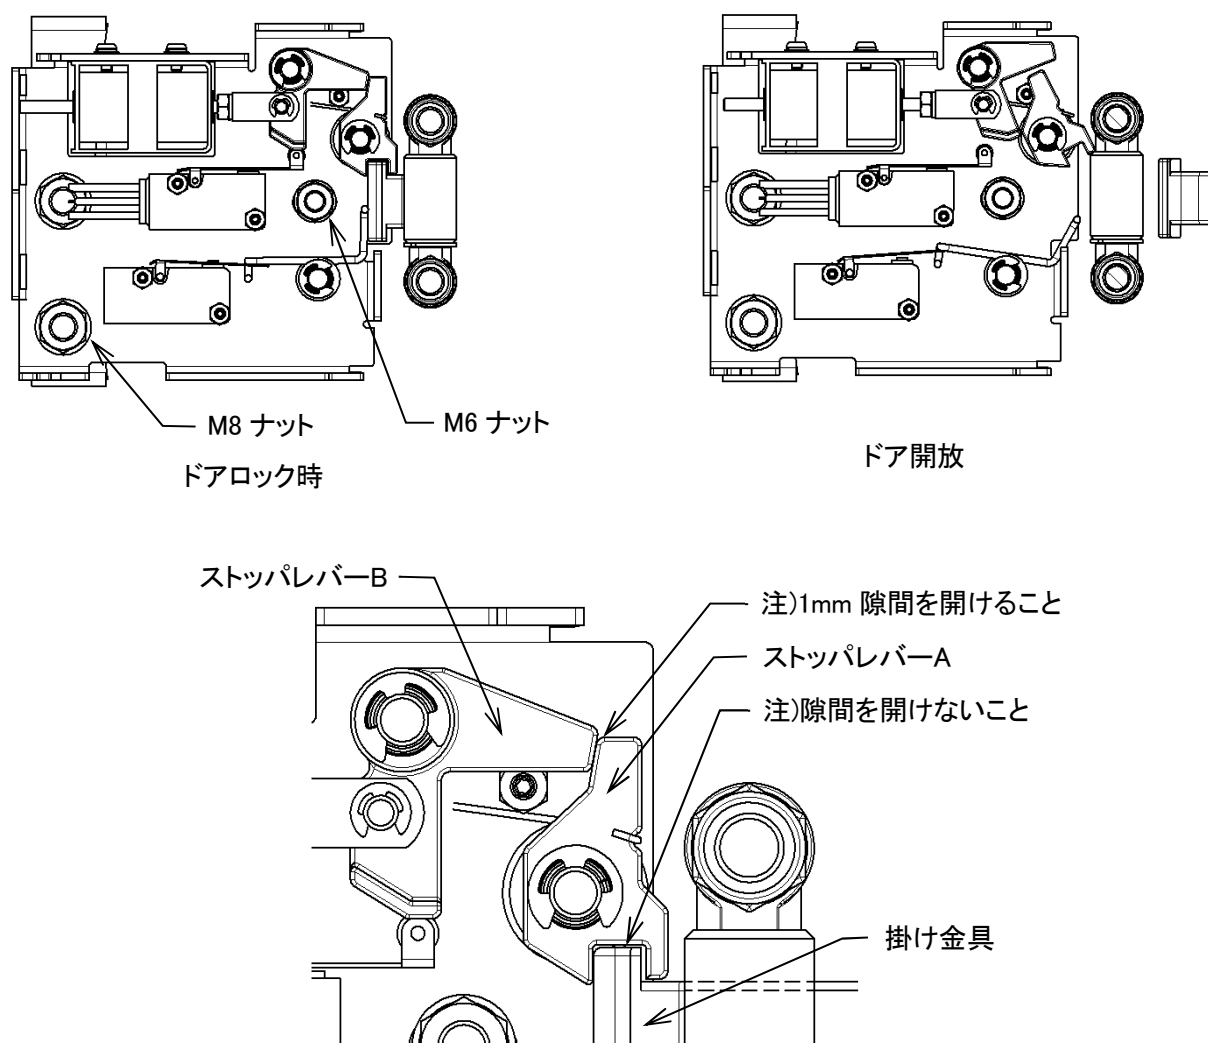

図8-9
- ・ ドアロック及びドア開放時、図 8-9 の様になっています。
- ・ ドアロック時、ストッパレバーA,B と掛け金具が図 8-9 の様にかみ合う位置に来る様に六角穴付きボルトと六角穴付きビスを緩めドアロック部を左右にずらし調整します。